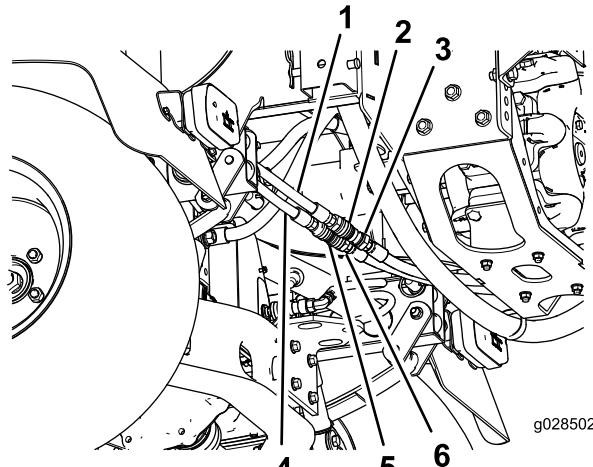

Figura 9
1. Montate un accoppiatore rapido femmina sull'estremità maschio del flessibile idraulico proveniente dalla valvola della barra di sollevamento (Figura 9).
3. Collegate i flessibili idraulici agli accoppiatori ad attacco rapido, come illustrato nella Figura 9.